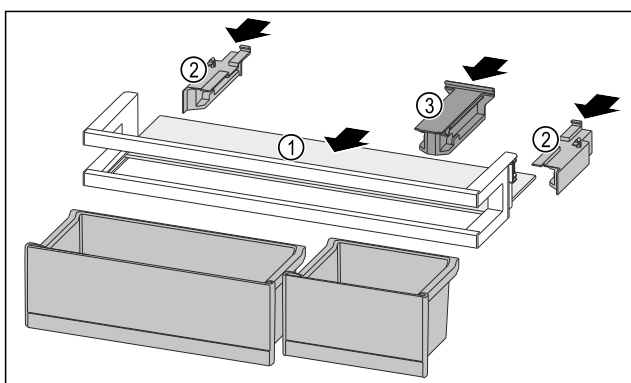

Fig. 124
- ▶ Вдвиньте съемную полку Fig. 124 (1) в боковые пазы.
- ▶ Установите боковые части Fig. 124 (2).
- ▶ Смонтируйте крепление Fig. 124 (3).